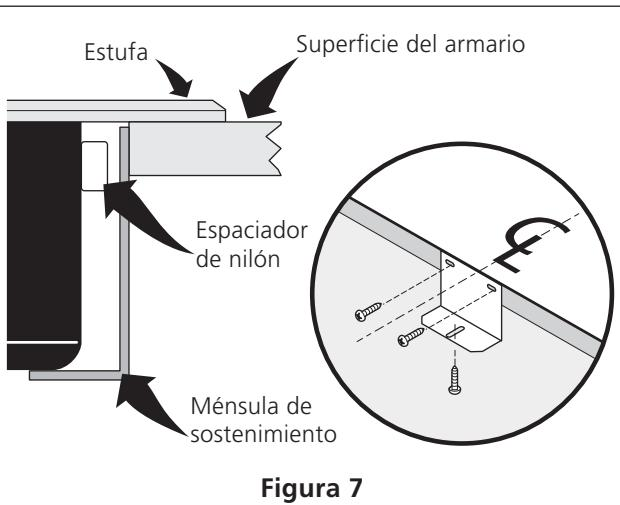

Figura 7
2. Instale las ménsulas de sostén (ver Figura 7).
**Las ménsulas de sostén TIENEN QUE instalarse, a satisfacción de los códigos locales o, en su ausencia, con el Código Eléctrico Nacional ANSI/NFPA No. 70-última edición, o con la Norma CSA C22.1, Código Eléctrico Canadiense, Parte 1 (Figura 7).**